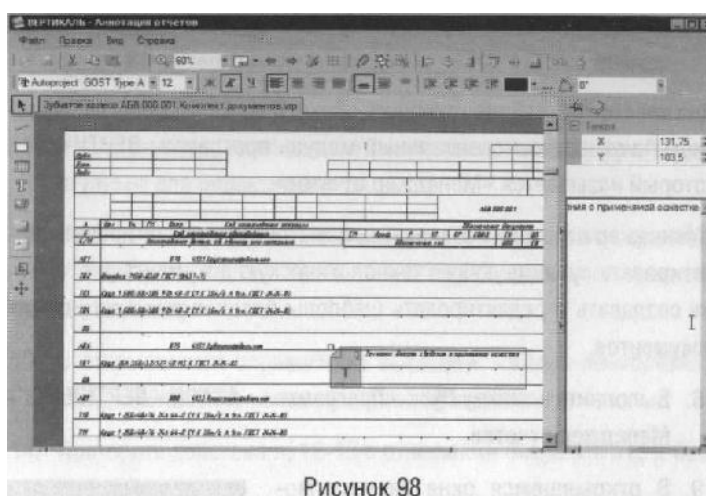

Рисунок 98
21. Перейдите на страницу 5 (ведомость оснастки). Нажмите кнопку  **Аннотация** и щелкните левой кнопкой мыши напротив операции *075 Зубошлифовальная* (рис. 98). Введите в окне справа следующий текст аннотации *«Внести сведения о применяемой оснастке»*.